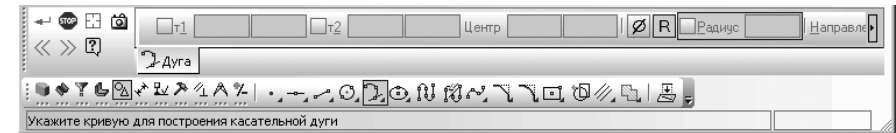

Рис. 8.105. **Панель свойств: Дуга, касательная к кривой, Компактная панель**, с нажатой кнопкой **Дуга, касательная к кривой** и строка сообщений
**Панель свойств: Дуга, касательная к кривой, Компактная панель**, с нажатой кнопкой **Дуга, касательная к кривой**, и строка сообщений показаны на рис. 8.105.